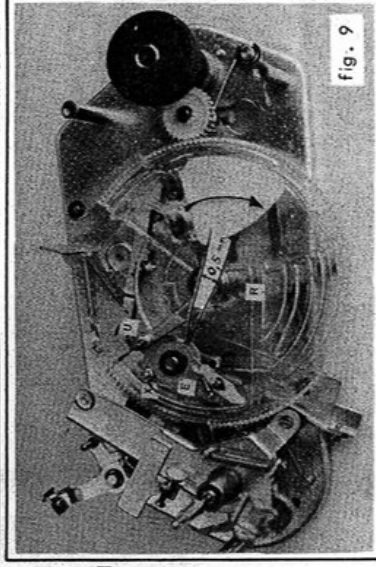

fig. 9
puis continuer lentement la rotation de la roue, en constatant que l'axe excentrique (X) est progressivement repoussé vers l'extérieur de la rampe de l'équerre 223 (fig. 9).
- au moment où l'axe quitte la rampe (fig. 10) les leviers entraineur (U) et entraîné (E) doivent se trouver dans la position indiquée sur la fig. 9 (voir écartement 0,5 mm ± 0,2).